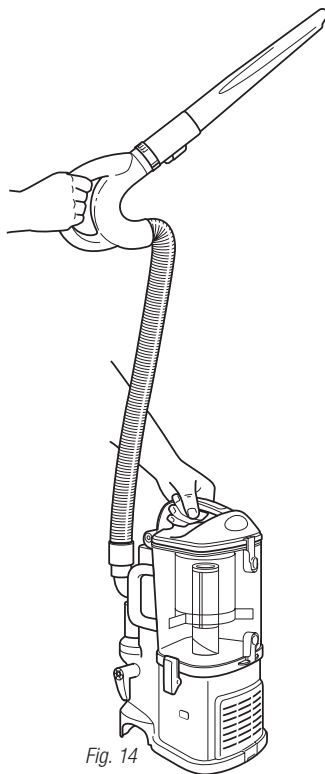

Fig. 14
- 4 Coloque la llave de encendido en la posición "I" para encender la aspiradora en modo de limpieza por encima del piso y sostenga el mango con una mano mientras lleva la aspiradora compacta por toda la casa con la otra mano. (Fig. 14)
- 2 Coloque el accesorio deseado en el extremo del tubo de extensión o del mango. **(Fig. 14)**